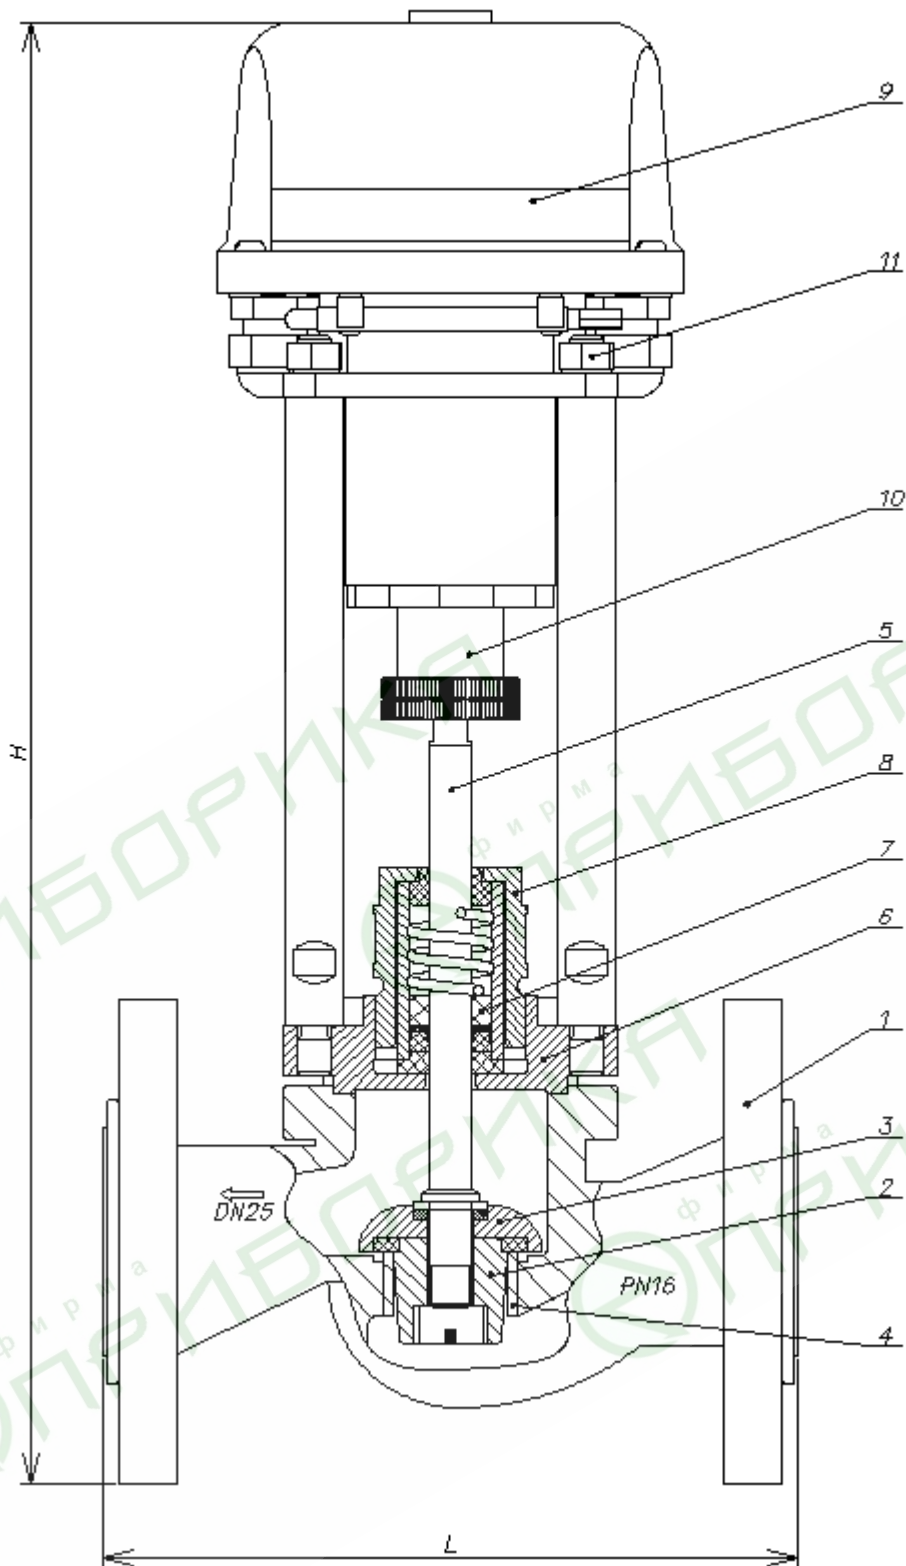

Рисунок 1 – Клапан ВКСР с ЭИМ ВЭП 05-3000
Клапан ВКСР с электрическим исполнительным механизмом (ЭИМ) (см. рис.1) состоит из следующих основных узлов и деталей:
2.6.2. Полная разборка клапанов (см. рис. 1) с ЭИМ типа ВЭП: